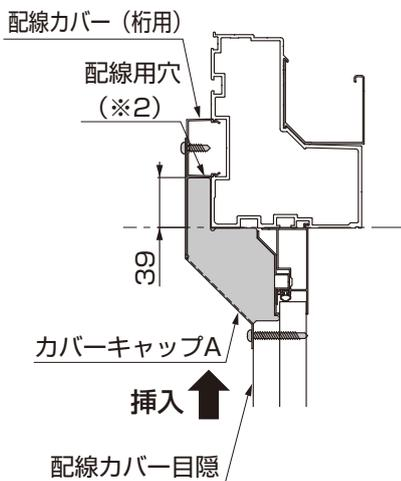
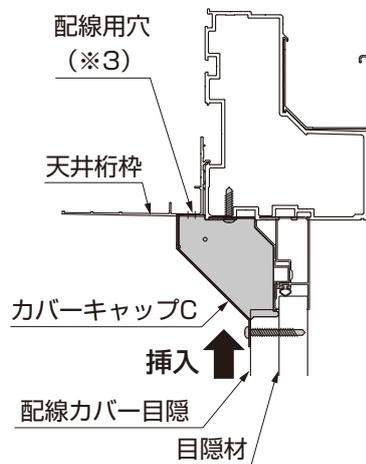

図3-5 天井なしの場合
図3-6 天井ありの場合
- 天井ありの場合はカバーキャップCを、天井なしの場合はカバーキャップAを取付けてください。(図3-5、図3-6参照)
- ①配線カバー目隠を適当な高さ寸法に切断してください。
- ②配線カバー目隠の上下にφ4.5の下穴をあけてください。
- ③天井なしの場合は、カバーキャップAを【2-2】で配線カバー(桁用)に、天井ありの場合は、カバーキャップCを【2-2】で桁の下面にφ3.5の下穴(写し穴)をあけて取付けてください。
- ④配線カバー目隠を、カバーキャップの下側に挿入して【2-1】で取付けてください。
- ⑤配線カバー端部金具を【2-1】で取付けてください。